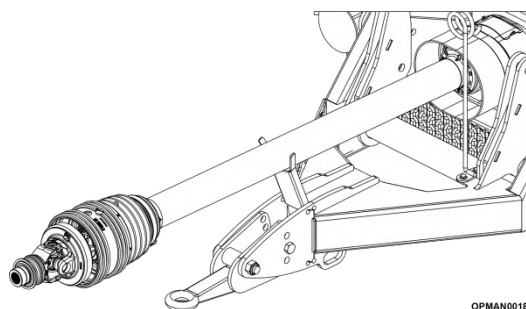

Figure 4.14 – Support de PDF
4.5.1.7 Si l'arbre n'est pas censé être complètement déposé, appuyez-le sur le support de la PDF de la tondeuse rotative ; voir la Figure 4.14. De la sorte l'arbre ne sera pas contaminé par les saletés.